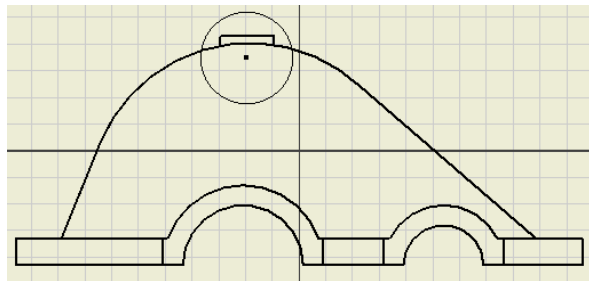

图 12-41 在草图中绘制圆形
② 创建通气器安装孔的局部剖切视图
① 在图样中选主视图，单击【放置视图】标签栏【草图】面板中的【创建草图】工具按钮，则创建一个草图；单击【草图】标签栏【绘图】面板的【圆】工具按钮，绘制如图 12-41 中所示的圆形，然后退出草图。